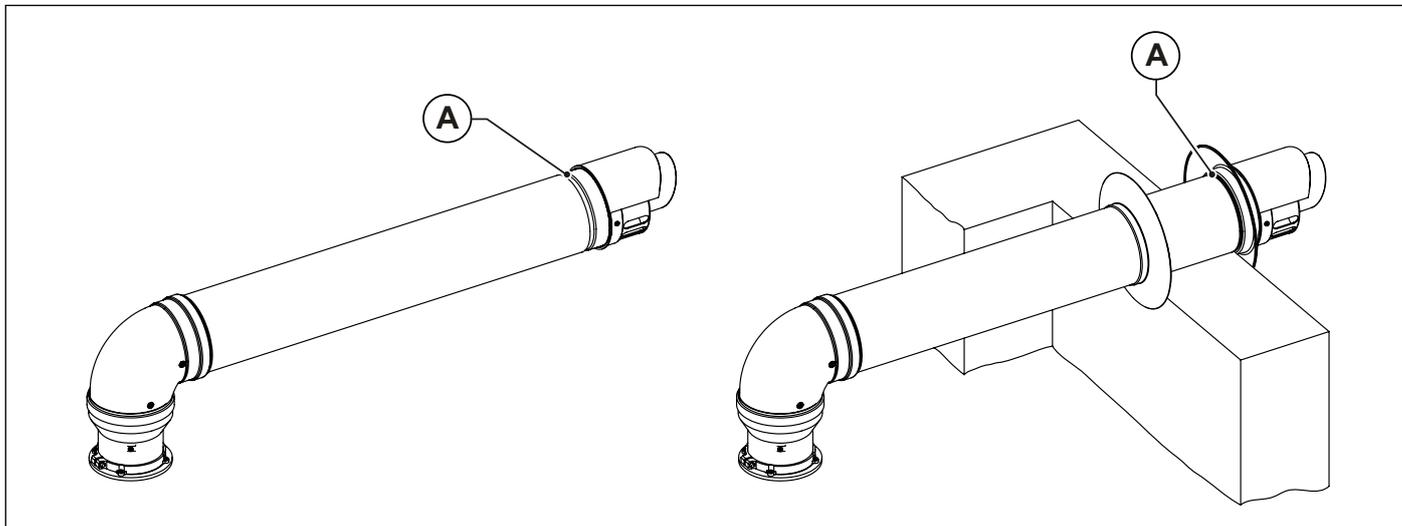

Abb. 12 Installation der Wandenteile
Die verdoppelten und koaxialen Endteile zur Luftansaugung und Rauchabführung weisen eine Rille (A) zur Befestigung der äußeren Wand im unteren Bereich auf. (siehe Abb. 12 Installation der Wandenteile).